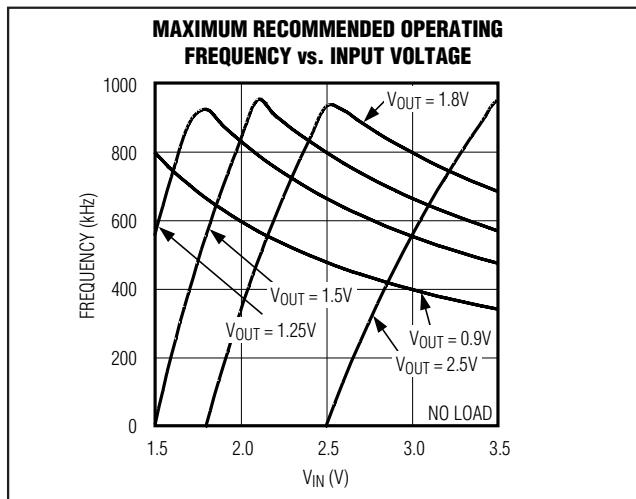

図6. 最高動作周波数対入力電圧
- 1) 所望のPWMモードスイッチング周波数を選択してください。最高動作周波数については、図6を参照してください。